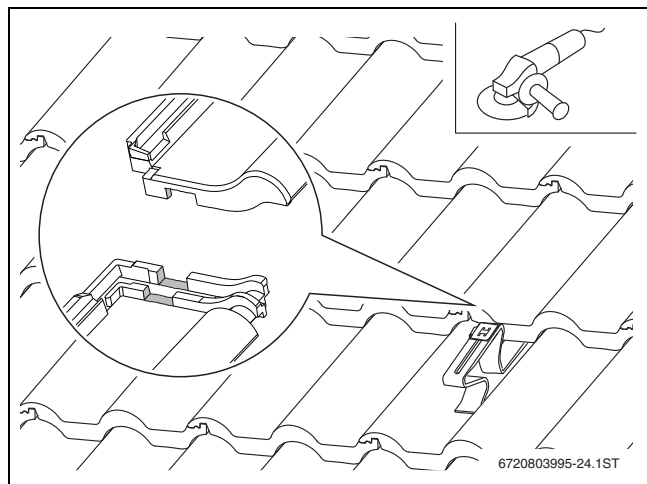

Fig. 23 Adapter les tuiles
- Retirer avec précaution les points d'appui des tuiles dans la zone du crochet de toit (→ fig. 23).